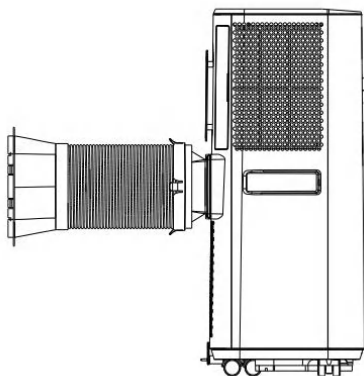

Fig. 6
- Une fois le tuyau d'évacuation d'air assemblé, faites glisser le connecteur dans la sortie d'air chaud à l'arrière, comme illustré dans la figure 6.